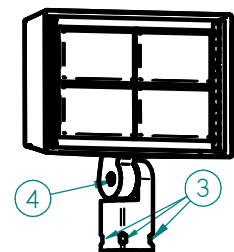

Fig. 2
#### Monture d'articulation (Fig. 2):
- Montez le luminaire sur un tenon de 2 3/8", serrez 4 vis de réglage et fixez-le au tenon avec un écrou et un boulon (article 3, fig. 2).
- Desserrez le boulon à l'intérieur de la genouillère suffisamment pour pouvoir ajuster la fixation. Une fois que la fixation est dirigée vers la cible souhaitée, serrez le boulon (pos. 4 fig. 2).